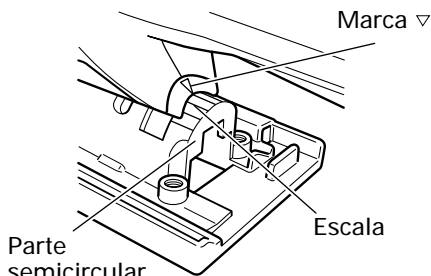

Fig. 16
- (2) Alinee la escala (desde 0 grado a 45 grados en incrementos de 15 grados) del parte semicircular de la base con la marca [▽] de la cubierta del engranaje. (Fig. 16)